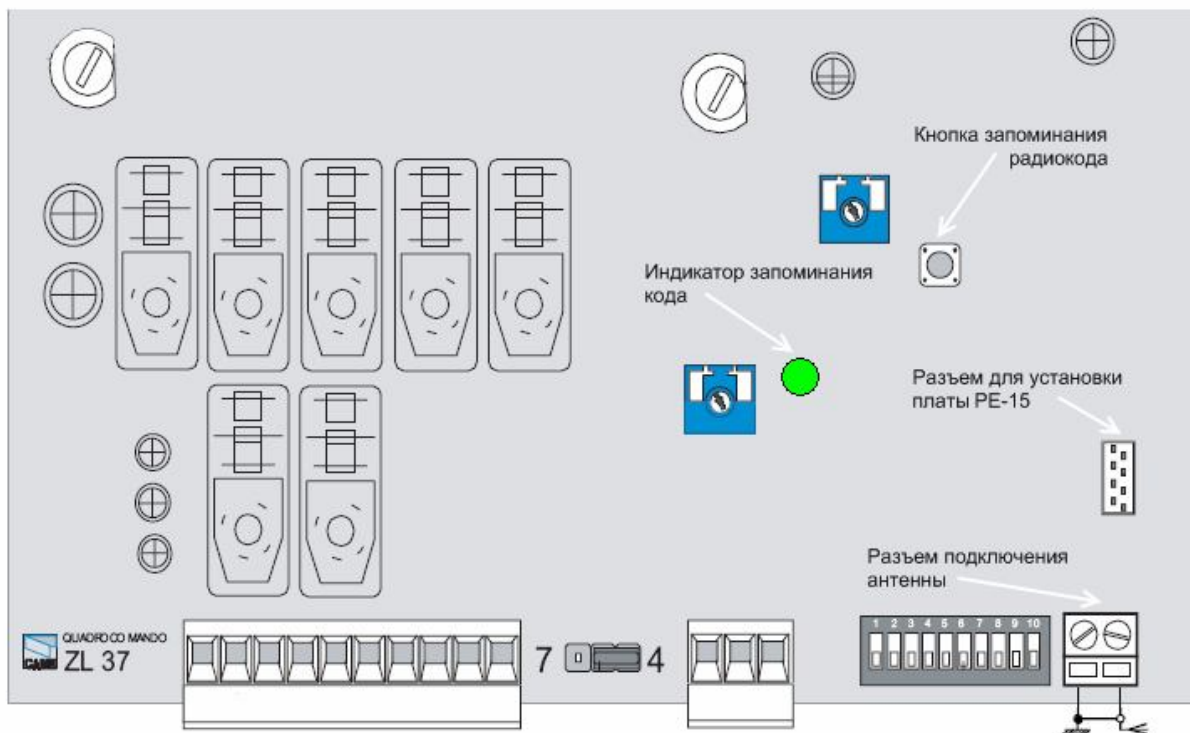

Рис. 3 Блок управления автоматикой CAME
1. Вставьте плату РЕ-15 в разъем блока управления (рис. 3).